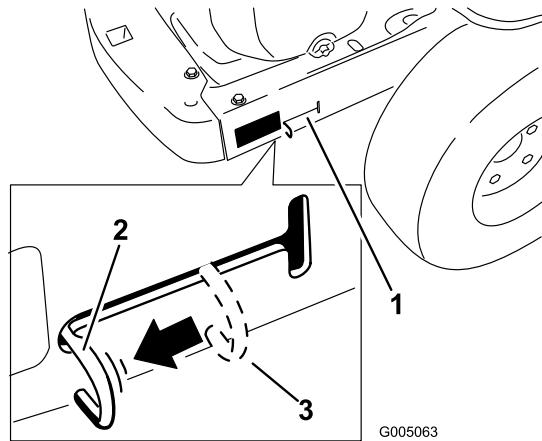

Figura 18
- Mueva las palancas de desvío hacia atrás y luego hacia abajo para bloquearlas en esa posición, según se muestra en Figura 18, para desengranar los motores de rueda. Repita en el otro lado de la máquina.
Mueva las palancas de desvío hacia arriba y empújelas hacia adelante, al **centro** de la ranura horizontal (Figura 18) para engranar los motores de rueda.